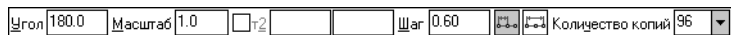

Рис. 39.17. Ввод параметров копирования
9. В поле **Шаг** введите значение шага копирования **0,6**, а в поле **Количество копий** введите значение **96** (рис. 39.17).